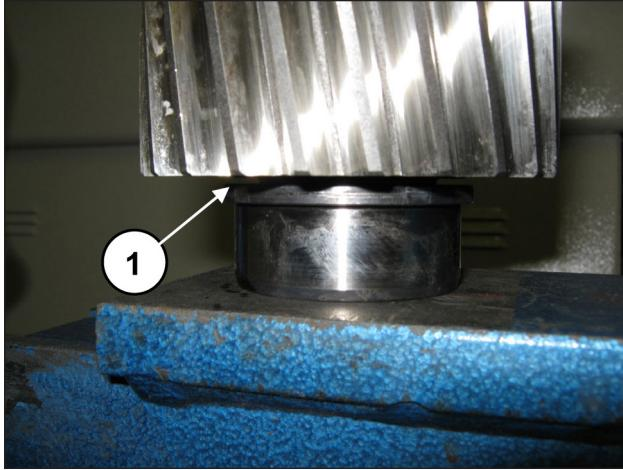

Abb. 80
Montieren Sie vorläufig auf das Ritzel den Innenring des Lagers 40x90x23 (Pos. ①, Abb. 80) bis auf Anschlag.